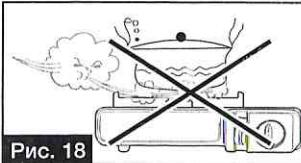

Рис. 18
- Плита может работать на открытом воздухе при температуре от 5 до 45 °C при скорости ветра не более 5 м/с (Рис. 18).